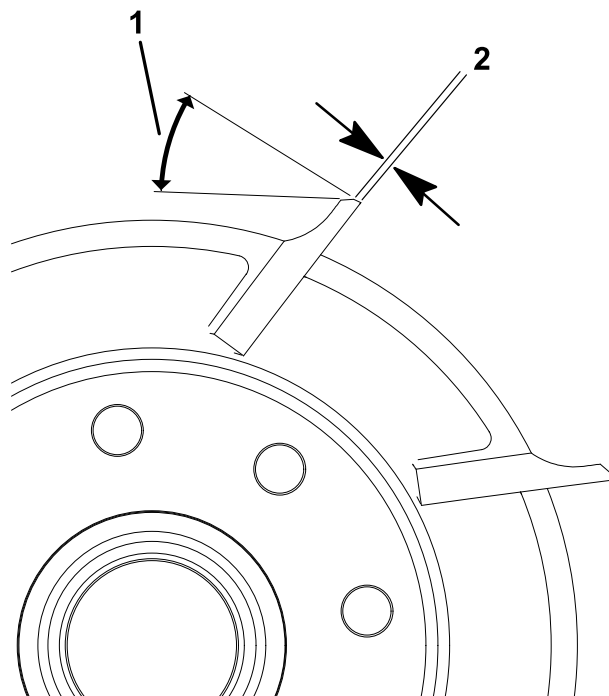

Рисунок 11
1. Произведите 30-градусное затыловочное шлифование всех ножей барабана, пока не будет достигнута ширина витка 0,76 – 1,27 мм (Рисунок 11).